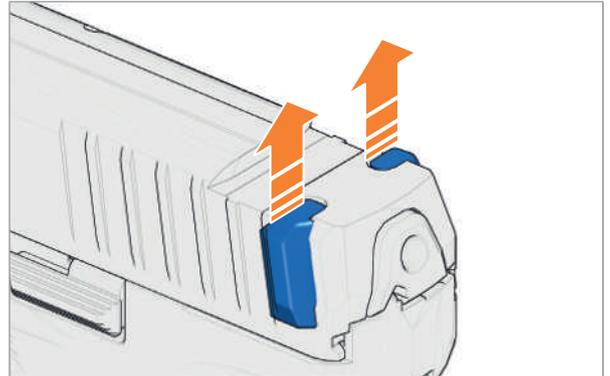

Abb. 39: Durchladehilfen entnehmen
2. Durchladehilfen entnehmen (*Abb. 39*).